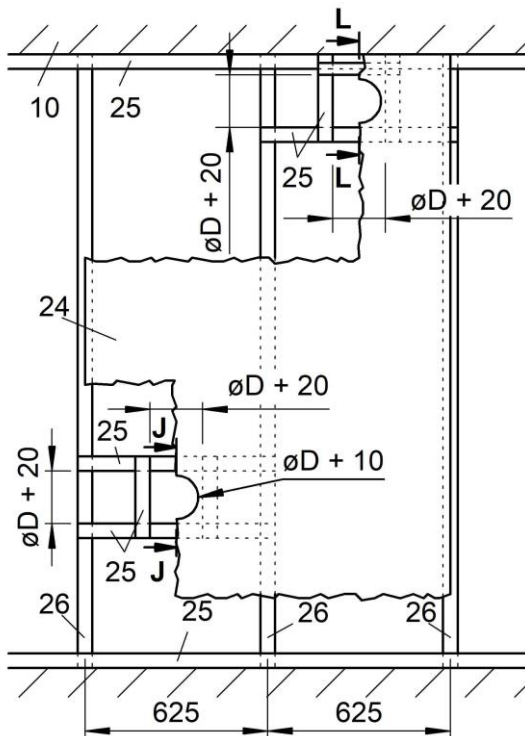
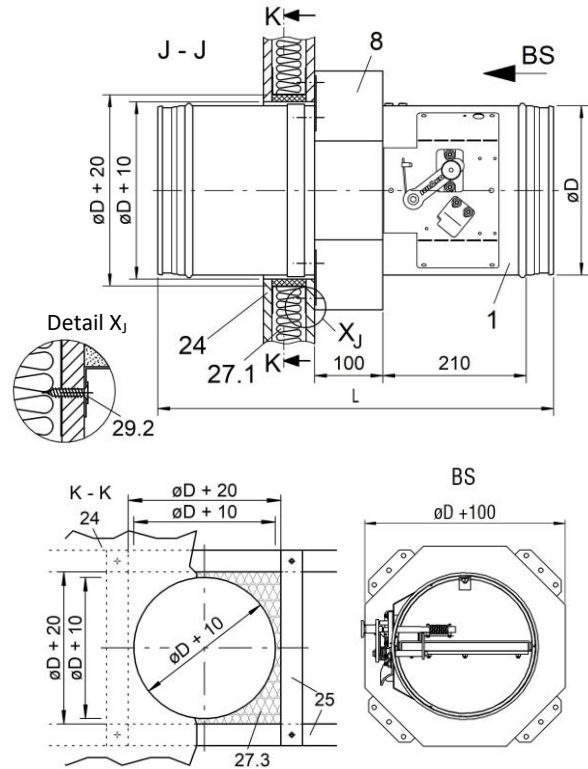

Abbildung 60: Metallständerwerk mit erforderlichen Auswechslungen für BSK-RPR mit Anbaurahmen AR (Trockeneinbau F30/F60), im Zuge des Wandaufbaus
Abbildung 61: Trockeneinbau mit Anbaurahmen AR an leichte Trennwand (F30/F60), im Zuge des Wandaufbaus
- Metallständerwerk erstellen, erforderliche Metallständerauswechslungen (Pos. 25) entsprechend der Abbildung 60 und Abbildung 61 vorsehen.
- Herstellen der erforderlichen, kreisrunden Aussparung, mittig der umlaufenden Metallständerauswechslungen (Durchmesser: $\varnothing D + 10$ mm, siehe Abbildung 61).